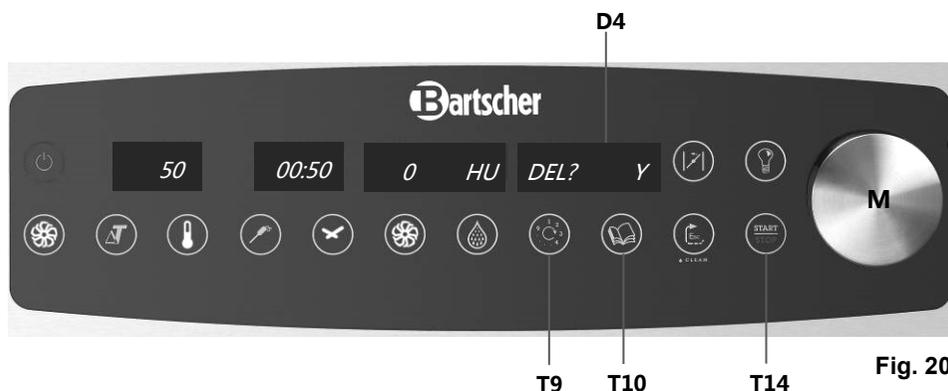

Fig. 20
Après avoir choisi un programme de cuisson donné, vous pouvez en modifier les paramètres de cuisson de la manière décrite dans le **chapitre 5 „Programmation manuelle“**. Afin de sauvegarder les modifications, veuillez maintenir pressée pendant 3 secondes la touche **T10 (fig. 20)**. Le programme modifié sera sauvegardé à la position de la version précédente.
3. Maintenir pressée la touche **T9 (fig. 20)** ;
4. L'indicateur **D4 (fig. 20)** affiche l'inscription **DEL? N** ;
5. Tourner le bouton **M (fig. 20)**, l'indicateur **D4 (fig. 20)** affiche la question **DEL? Y**.
Afin de **supprimer une partie du programme de cuisson**, choisir la phase de cuisson qui doit être supprimée et presser la touche **T9 (fig. 20)**. Veuillez ensuite procéder de la manière décrite ci-dessus dans les points 4 et 5.